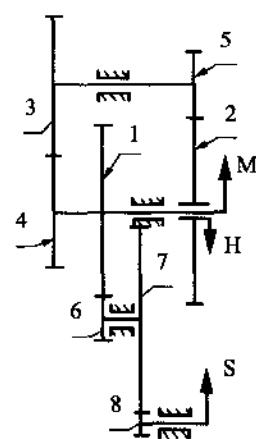

图 8
17. 图 8 所示为一钟表机构, 运动由轮 3 输入, 分别输出至秒针 S、分针 M、时针 H。已知各轮齿数: $z_4 = 15, z_5 = 12, z_6 = 8, z_7 = 60, z_8 = 8$, 且 2、3、4、5 各轮模数相同, 求 1、2、3 三轮的齿数。(提示: 要求指针保持秒、分、时的关系)